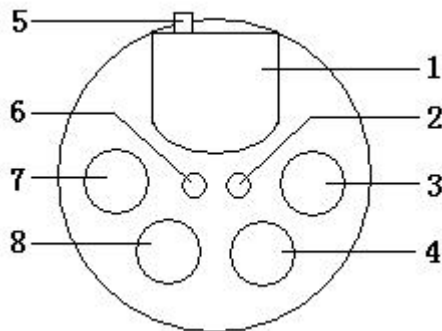

图 3
(1) 散热风机 (2) 保险丝盒 (3) 主机端控制电缆插座 (4) 交流电源插座 (5) 水浴端控制电缆插座
3. 水浴顶盖图 (图 3)